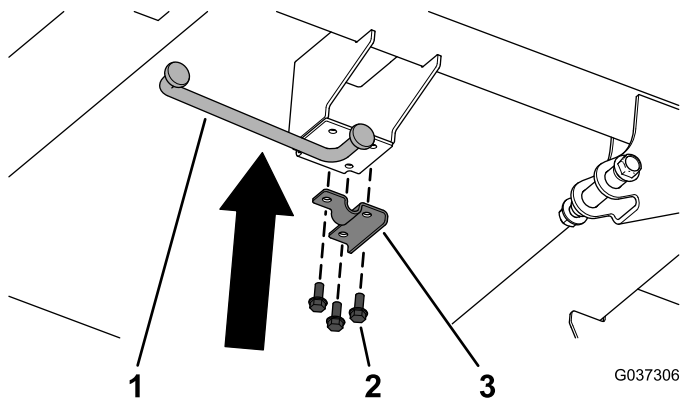

Figura 8
- Montate la staffa a U dell'asta di supporto e l'asta di supporto sul pianale di carico in acciaio utilizzando le 3 viti a testa flangiata (5/16" x 3/4"), come illustrato nella Figura 8.